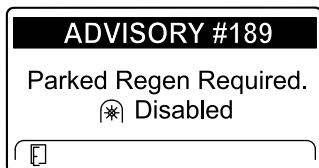

Figura 53
- Si no se realiza la regeneración con la máquina aparcada en un plazo de 2 horas, el InfoCenter muestra ADVISORY #189 (Aviso n.º 189) solicitando la regeneración con la máquina aparcada e indicando la desactivación de la toma de fuerza (Figura 53).